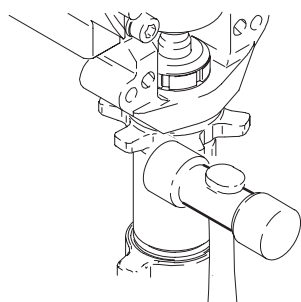

Fig. 14
4. Fig. 14. Afloje la contratuerca golpeándola firmemente con un martillo de plástico. Desenrosque la bomba.